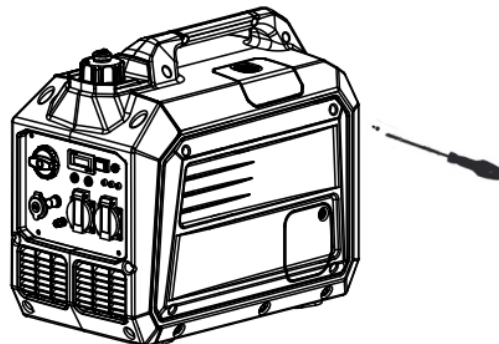

Рисунок 4-3
2. Зніміть гвинти та бічну кришку. Див. рисунок 4-3.
1. Зніміть гвинти та бічну кришку. Див. рисунок 4-3.